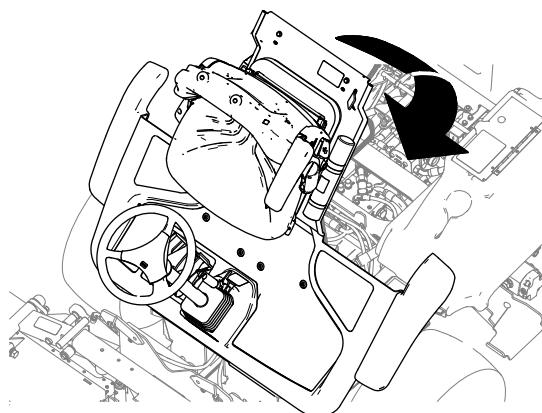

Figura 45
- Baje la plataforma con cuidado (Figura 45).